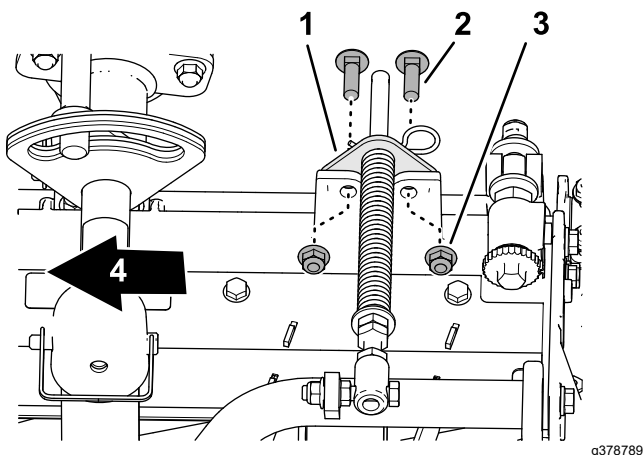

Figura 21
5. Aliniați orificiile din suportul de compensare pentru gazon cu orificiile din cadrul unităii de tăiere (Figura 21).